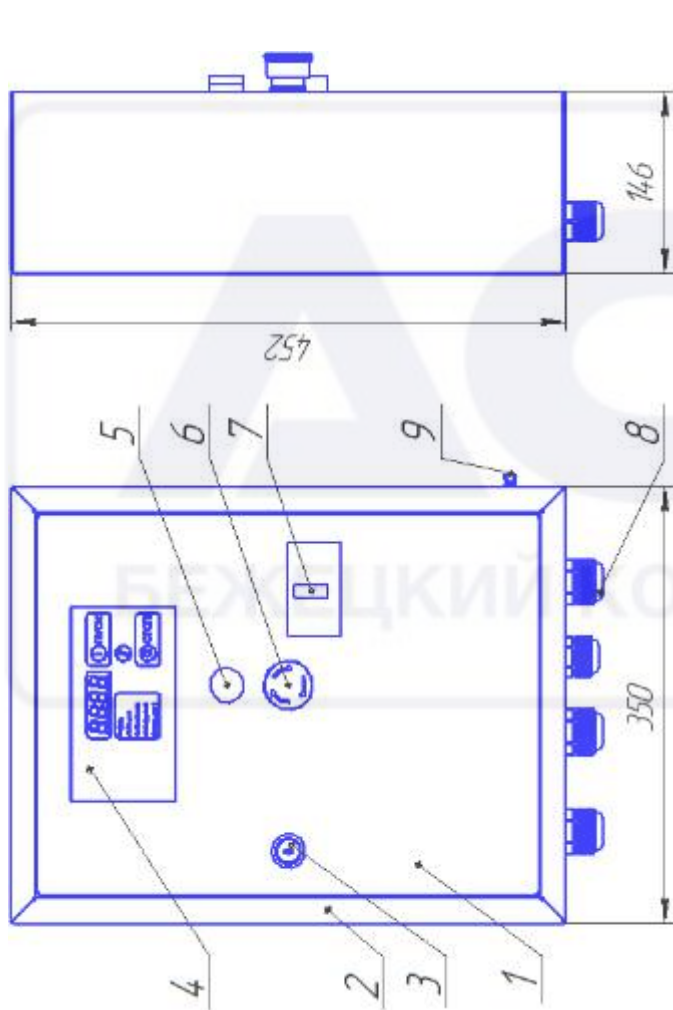

Рисунок 1 – Шкаф управления мод. БКПК-1х2
4.1 Шкаф управления (рисунок1) состоит из корпуса 2, дверцы 1 с установленными на ней элементами управления: контроллера 4 (с наличием дисплея и светодиодных индикаторов), лампочки подачи напряжения «СЕТЬ»5, кнопки «АВАРИЙНЫЙ СТОП» 6, автоматического выключателя 7.